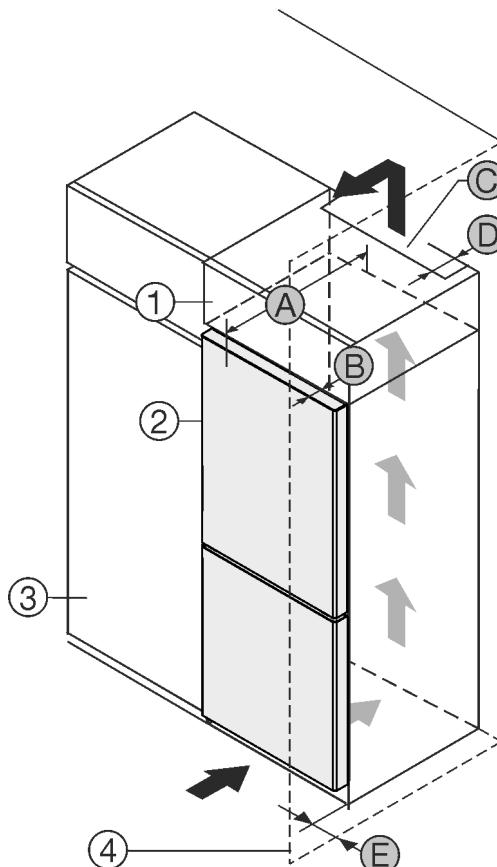

Fig. 1
Jūs varat uzstādīt ierīci tieši blakus virtuves skapim Fig. 1 (3).*
Uzliekamā skapīša aizmugurē jābūt ventilācijas spraugai ar dziļumu Fig. 1 (D) visa uzliekamā skapīša platumā.*
Zem telpas grieztiem jāievēro ventilēšanas šķērsgriezums Fig. 1 (C).*
Ja jūs uzstādāt ierīci ar enģēm blakus sienai Fig. 1 (4), tad atstatumam starp ierīci un sienu jābūt vismaz 13 mm.*
Ja jūs uzstādāt ierīci ar enģēm blakus sienai Fig. 1 (4), tad atstatumam starp ierīci un sienu jābūt vismaz 20 mm.*
Lai jūs varētu pilnīgi atvērt durvis, ierīcei jābūt izvirzītai par durvju dziļumu Fig. 1 (B) attiecībā pret virtuves skapja priekšdaļu. Atkarībā no virtuves skapju Fig. 1 (3) dziļuma un sienas spraišļu izmantošanas ierīce var būt vairāk izvirzīta.*